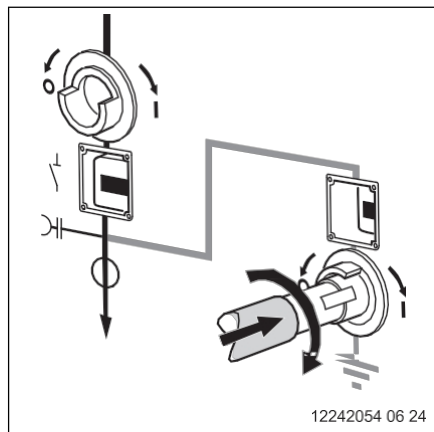

Fig. 60
**6** Porniți întrerupătorul de împământare. Țineți maneta de comutare (axul roșu) apăsată până la capătul de oprire împotriva presiunea arcului și rotiți-l în sensul acelor de ceasornic (Fig. 60).